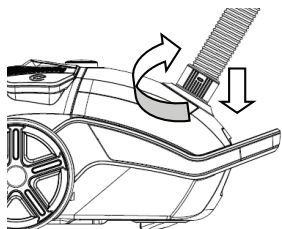

Fig. 1
Allineare e inserire l'estremità con il dispositivo di bloccaggio a baionetta del tubo di aspirazione flessibile (16) nell'apertura di aspirazione (4) sul coperchio anteriore e ruotarla in senso orario per bloccare saldamente il dispositivo di bloccaggio a baionetta (Fig. 1).